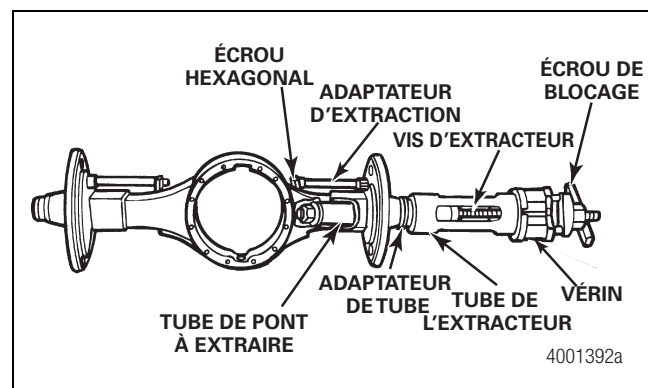

Figure 3.22
4. Installer un adaptateur d'extraction à chaque extrémité du tube de pont. Figure 3.22.
5. Installer l'adaptateur de tube côté moyeu du tube de pont. Figure 3.22.
6. Placer le tube de l'extracteur contre l'adaptateur de tube. Figure 3.22.
7. Installer le vérin hydraulique sur le tube de l'extracteur. Poser l'écrou de blocage sur le vérin hydraulique. Figure 3.22.
8. Raccorder le vérin hydraulique à la pompe hydraulique. Actionner le vérin et chasser le tube de pont du carter de pont. Figure 3.22.